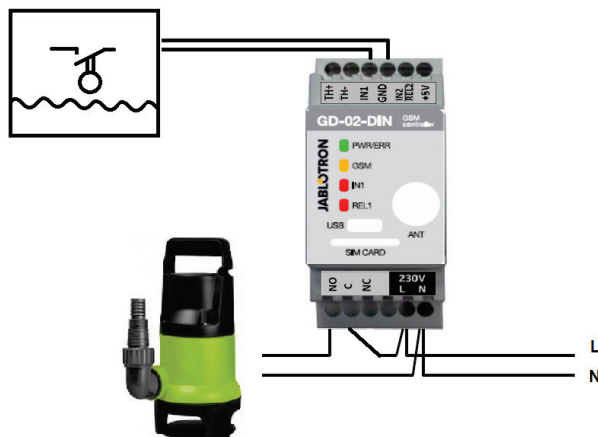

Figure 3: Surveillance du niveau d'eau maximal dans un réservoir avec une vidange automatique de l'eau en utilisant une pompe à eau.
- Ce diagramme montre la connexion du capteur de niveau aux entrées IN1 et GND. La sortie d'alimentation REL1 commutera le 230 V pour alimenter la pompe à eau, voir la figure 3.